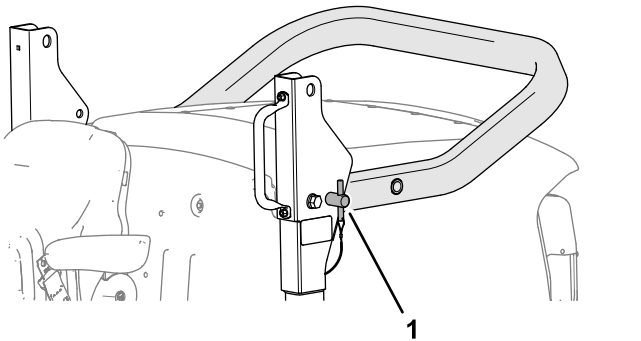

Bild 28
- Entfernen Sie die Überrollbügelstifte aus den Schwenkhalternungen (Bild 28).